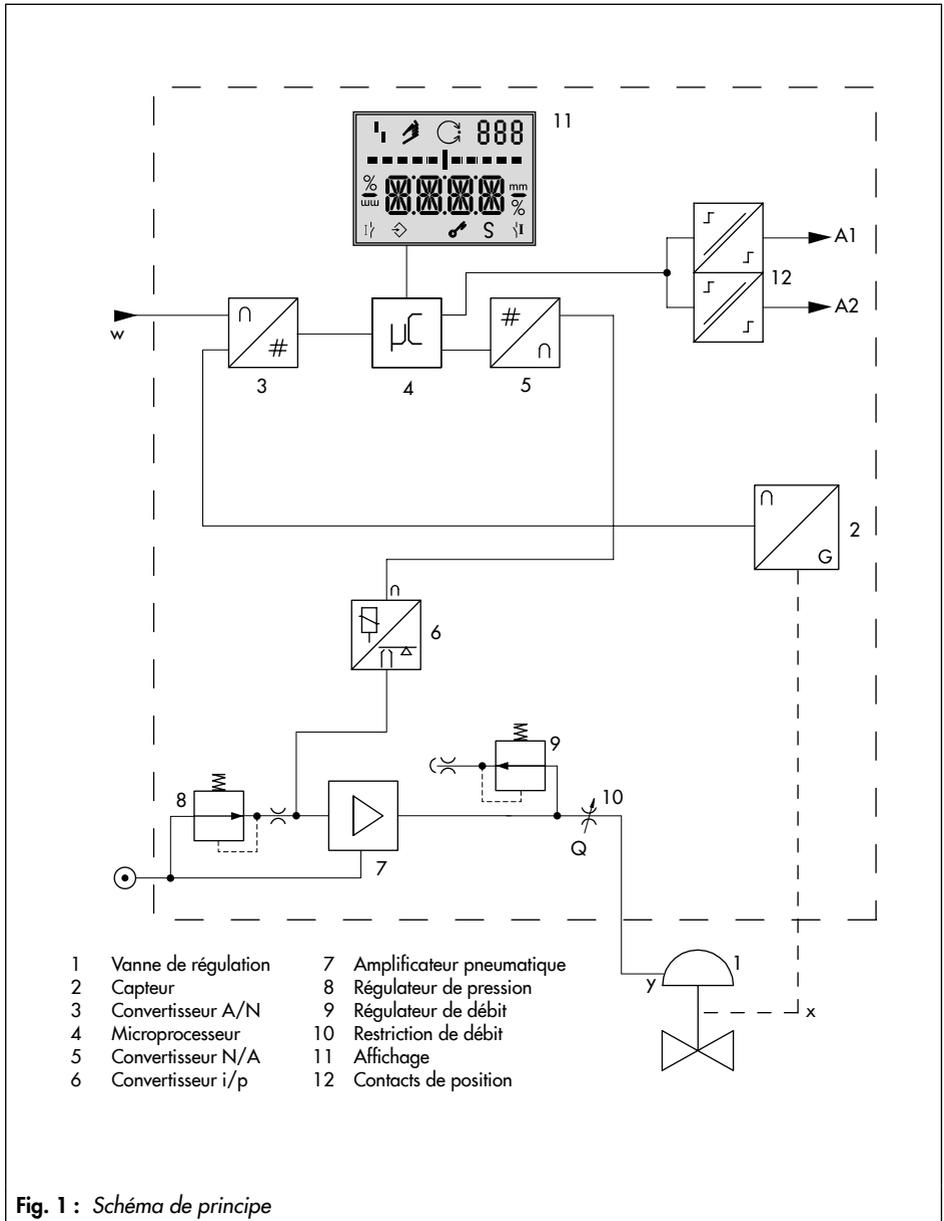

Fig. 1 : Schéma de principe
Le positionneur sert à déterminer la position de la vanne (grandeur réglée x) correspondant au signal de commande (consigne w). Il compare le signal de commande électrique provenant d'un dispositif de réglage à la course de la vanne de régulation (1) et émet une pression de commande (grandeur de sortie y) en retour. Voici les principaux composants du positionneur (cf. Fig. 1) :
- capteur magnétorésistif (2)
- convertisseur i/p (6) analogique avec amplificateur d'air (7) en aval
- unité électronique avec microprocesseur (4)
- contacts de fin de course logiciels (12)